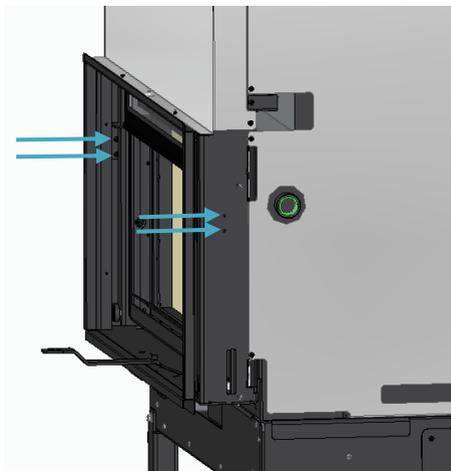

Figure 17
l) Dans les modèles à porte à mouvement vertical, retirez les deux vis qui fixent les supports qui bloquent le mouvement de la porte de chaque côté de l'intérieur, illustrés à la Figure 17;